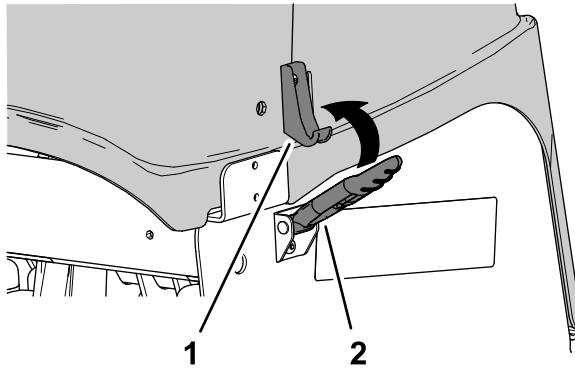

図 142
2. ラッチ全部で 4 つを掛けてカバーを固定する図 142。